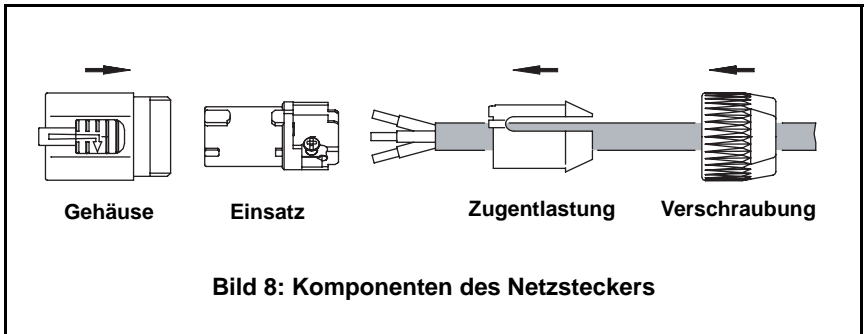

Bild 8: Komponenten des Netzsteckers
1. Schieben Sie die Verschraubung und die Zugentlastung wie in Bild 8 gezeigt auf das Netzkabel.